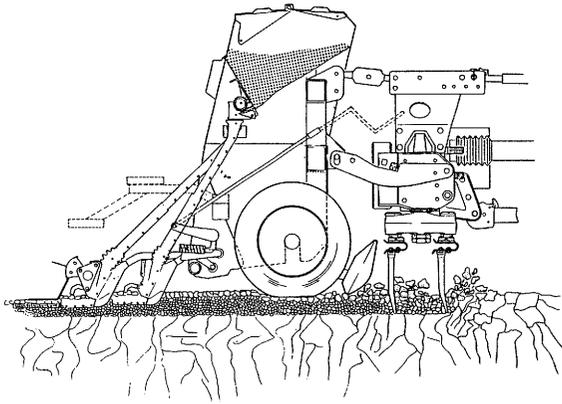

Fig. 5
- Herses alternatives ou FlexiAlternatives combinées avec semoir porté sur rouleau-pneumatiques, avec socs normaux (K) (socs traînés) (fig. 5) : en terres légères jusqu'à moyennes pour travail sur labour.